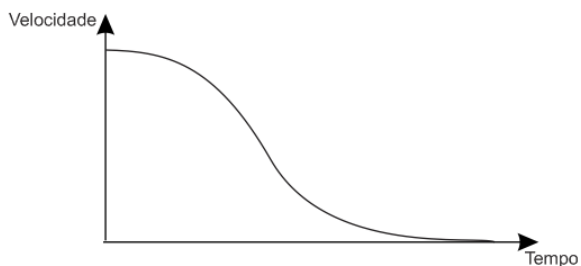

Fig. 5-5 Rampa de desaceleração
2. Rampa de desaceleração para $F2 > 0$. A Fig. 5-5 mostra a curva típica de velocidade do motor em rampa de desaceleração. Neste método de desaceleração a soft starter decrementa a tensão do motor de modo a proporcionar uma desaceleração suave sem choques mecânicos.